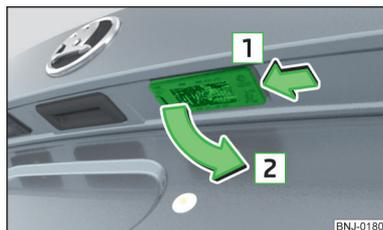

Fig. 216
- Presione la lámpara en sentido de la flecha [1] » fig. 216 hasta que se suelte.